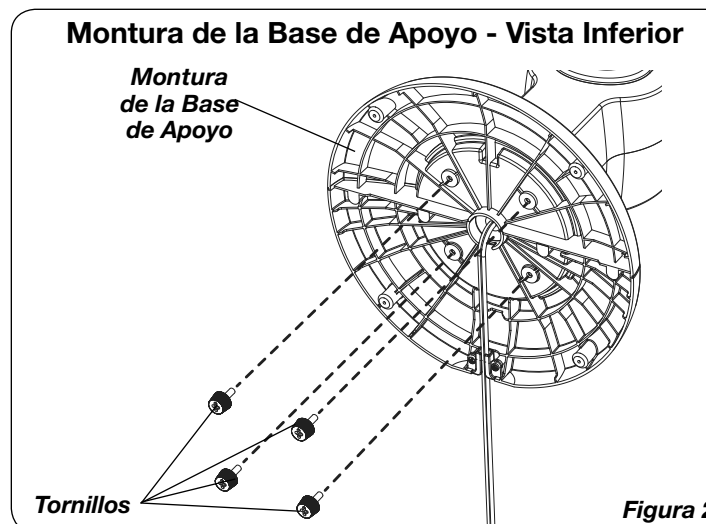

Figura 2
3. Asegure los (4) **Tornillos** en los cuatro orificios de la parte inferior de la base. (*Figura 2*)